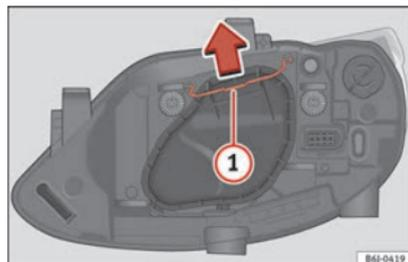

Fig. 176 Feu de croisement/route du phare simple.
- Déplacez le tirant » fig. 176 **1** dans le sens de la flèche puis retirez le cache.
- Déplacez le tirant » fig. 176 ① dans le sens de la flèche puis retirez le cache.
- Retirez le support d'ampoules ④